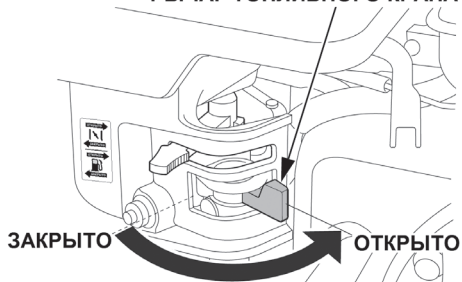

Рис. 20 Рычаг топливного крана
3. Откройте топливный кран переводом рычага вправо (Рис. 20).